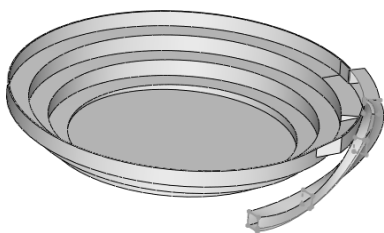

图 4-111 放样曲面效果
STEP 8 将“基础盘体”向内加厚 1.5mm，然后通过曲面放样操作创建送料滑倒的弯道，如图 4-111 所示，最后将滑道面缝合，并向内加厚 1.5mm 即可，如图 4-112 所示。